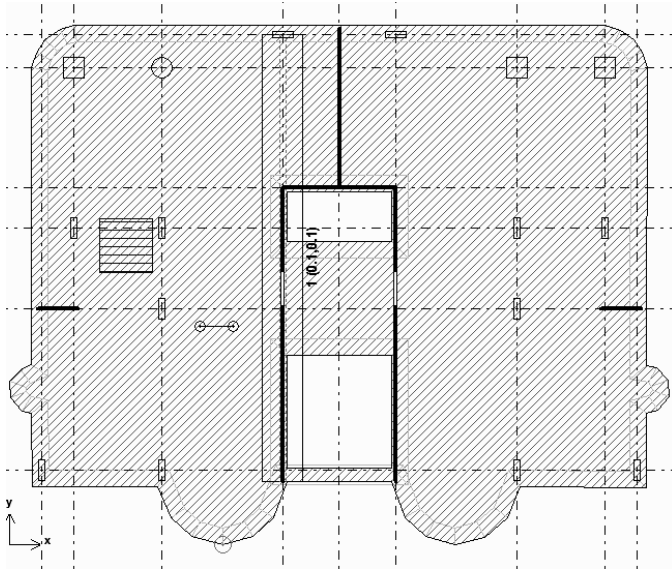

Рис. 1.17. Задання розрізу у програмі КОМПОНОВКА
3. Задайте параметри та лінію розрізу за допомогою меню **Схема** \Rightarrow **Добавить элементы** \Rightarrow **Назначить разрез**. У вікні діалогу **Назначить разрез** залиште всі параметри за замовчуванням. Задайте лінію поперечного розрізу будинку (рис. 1.17).